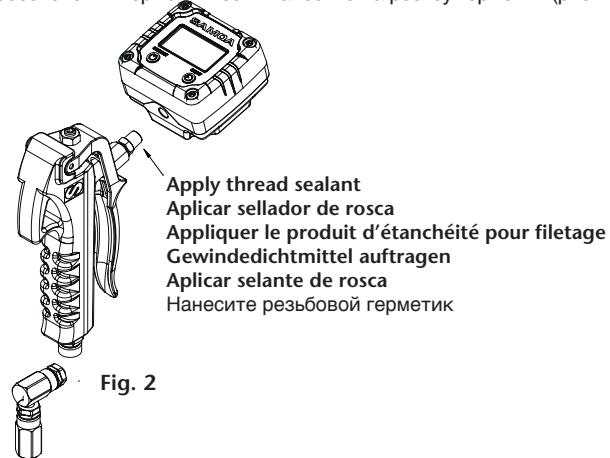

Fig. 2
4. An electronic counter can be attached to the gun by means of a fitting at the outlet. The thread of the fitting is 1/8". To ensure tightness, apply sealant to the thread (fig. 2).
4. Un contador electrónico puede ser acoplado a la pistola por medio de un racor a la salida. La rosca del racor es de 1/8". Para asegurar la estanqueidad, aplique sellador en la rosca (Fig. 2).
4. Un compteur électronique peut être fixé au pistolet au moyen d'un raccord à la sortie. Le filetage du raccord est de 1/8". Pour garantir l'étanchéité, appliquer du mastic sur le filetage (fig. 2).
4. Um contador electrónico pode ser fixado à arma por meio de um encaixe na tomada. A rosca do encaixe é de 1/8". Para garantir a estanquicidade, aplicar selante na rosca (Fig. 2).
4. Ein elektronisches Zählwerk kann an der Pistole mit Hilfe eines Anschlusses am Auslass befestigt werden. Das Gewinde des Anschlussstücks ist 1/8". Um die Dichtheit zu gewährleisten, tragen Sie Dichtungsmasse auf das Gewinde auf (Abb. 2).
4. Электронный счетчик может быть присоединен к пистолету с помощью фитинга на выходе. Резьба фитинга составляет 1/8». Для обеспечения герметичности нанесите на резьбу герметик (рис. 2).
When assembling, the canted part of piece 13 should be in contact with the ball (see fig. 2).